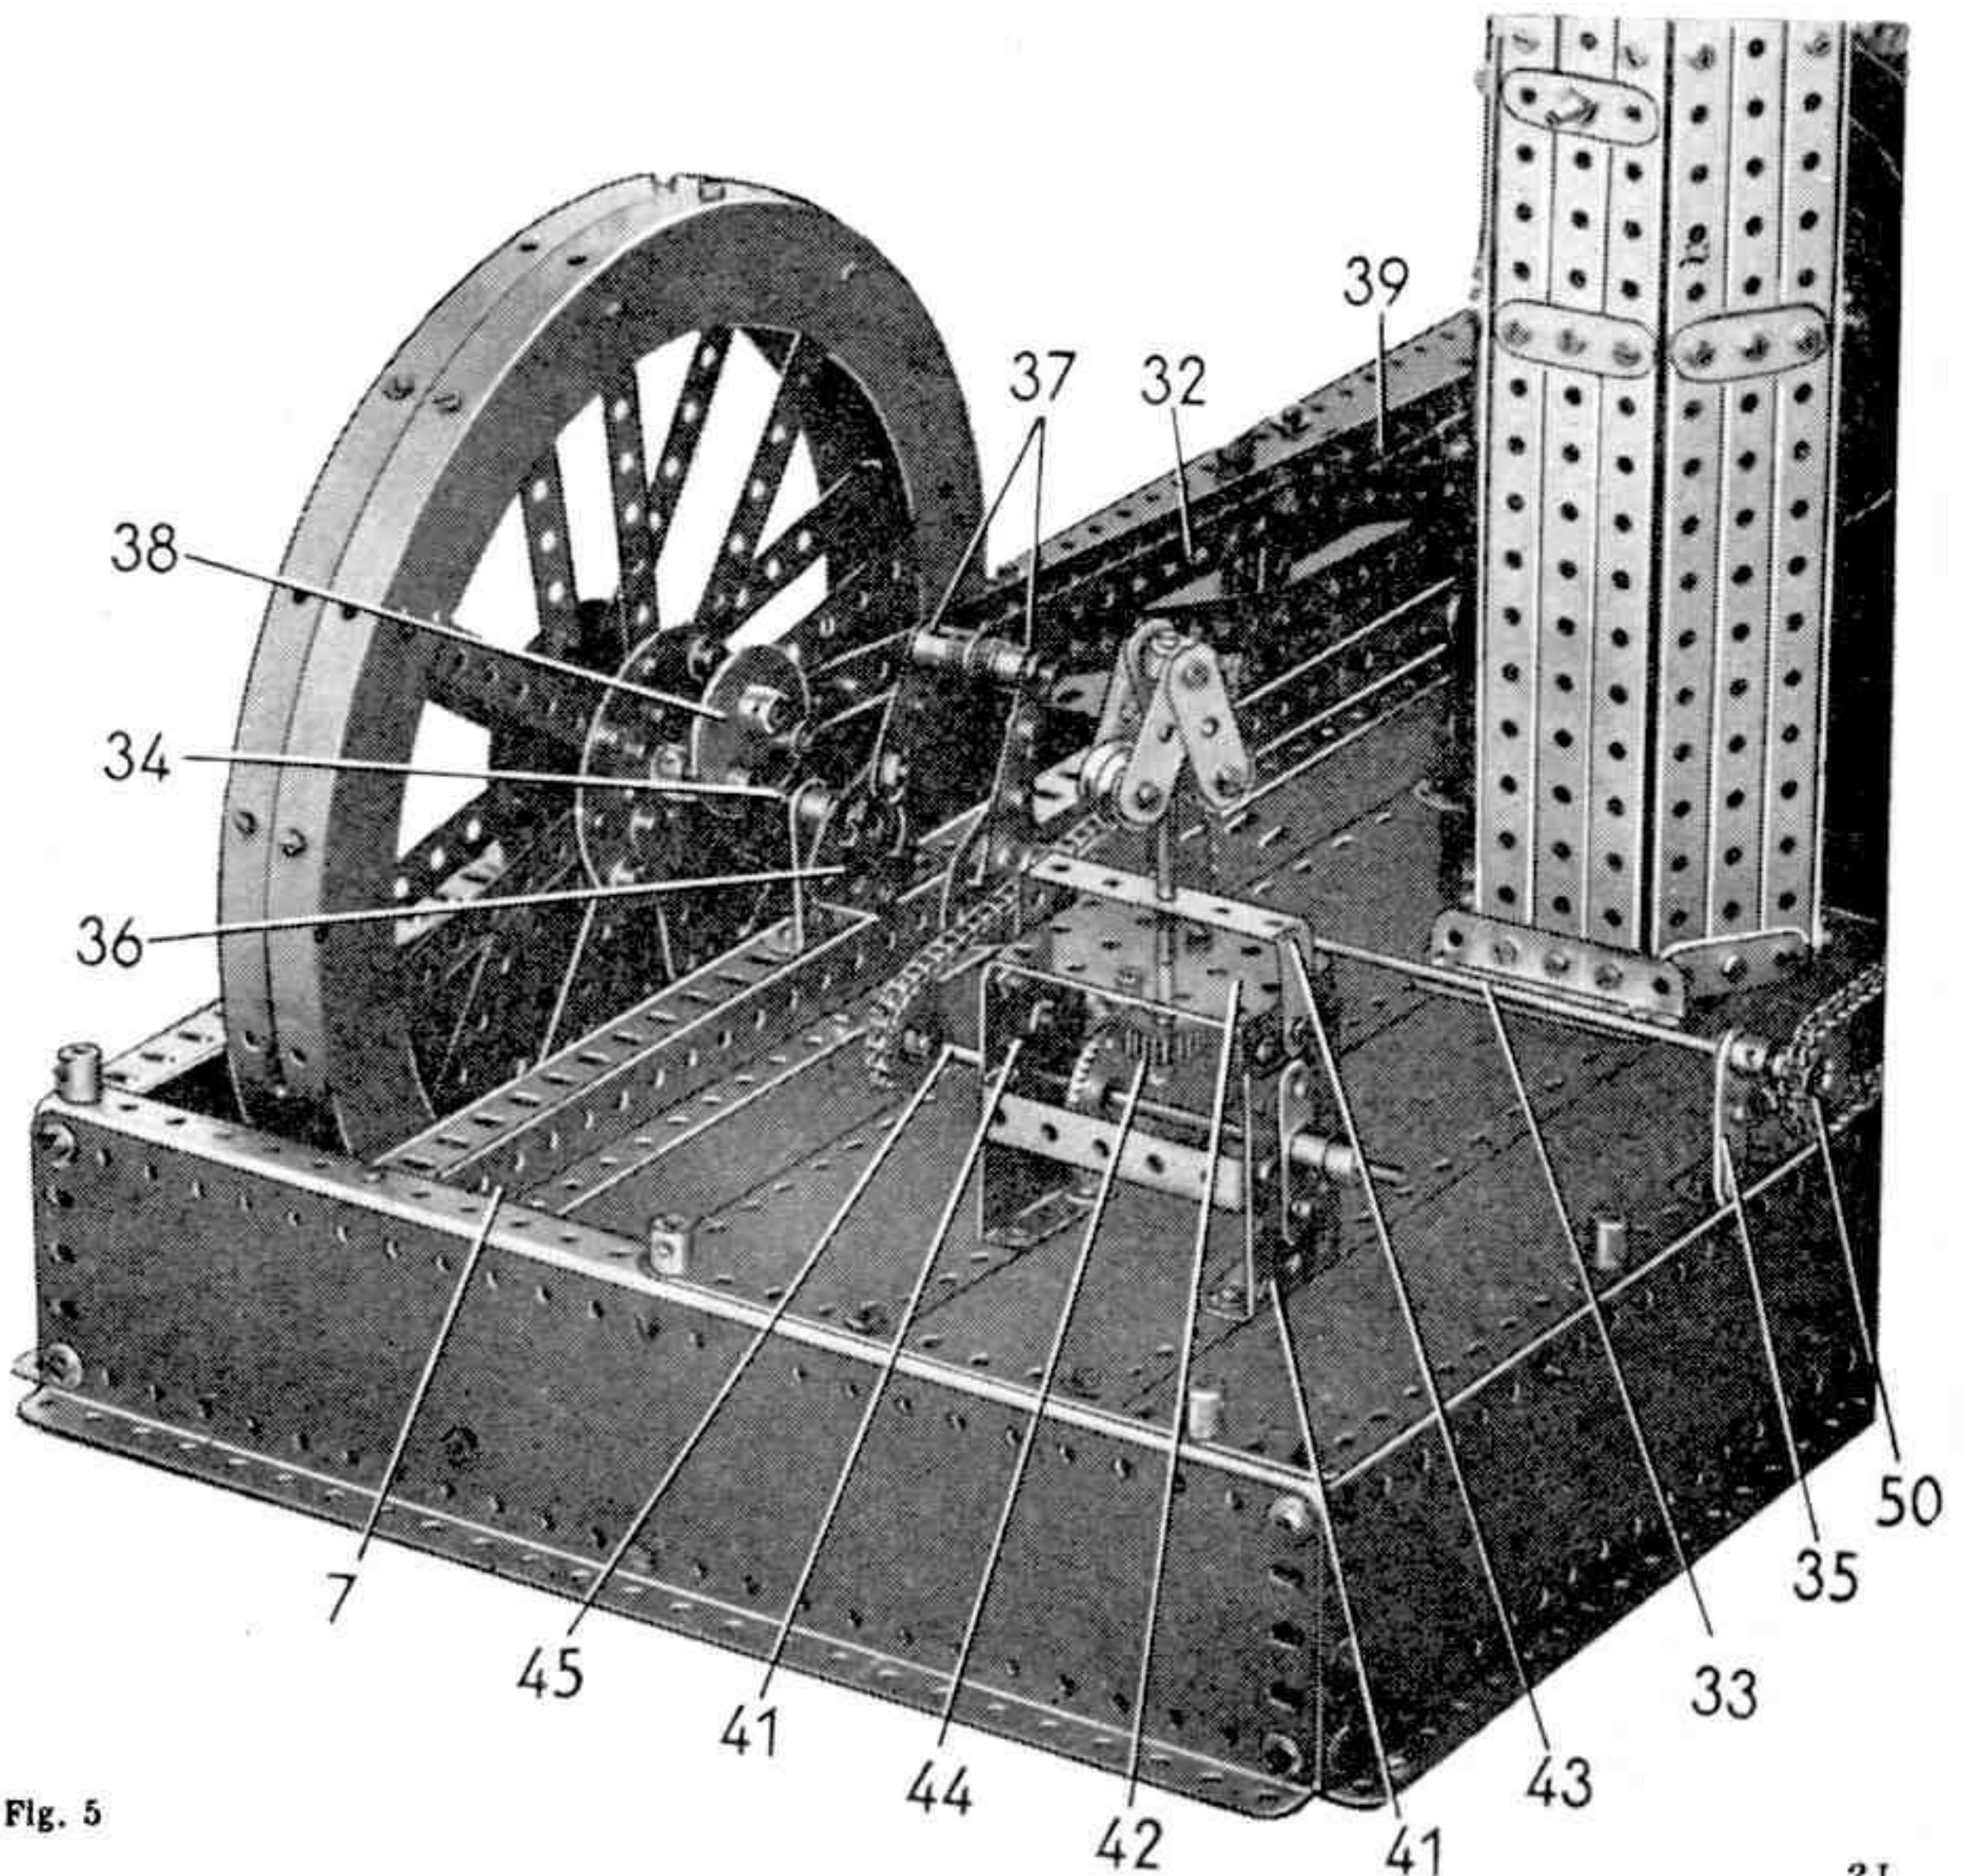

Fig. 5
LE VOLANT ET LE RÉGULATEUR (fig. 5).
garnissant les côtés de la chaudière. Une roue de chaîne de 14 dents (49) montée à l'extrémité de la tringle de 20 cm. entraîne par chaîne Galle une roue de chaîne de 18 dents (50) fixée à l'extrémité de la tringle (33) (fig. 5).